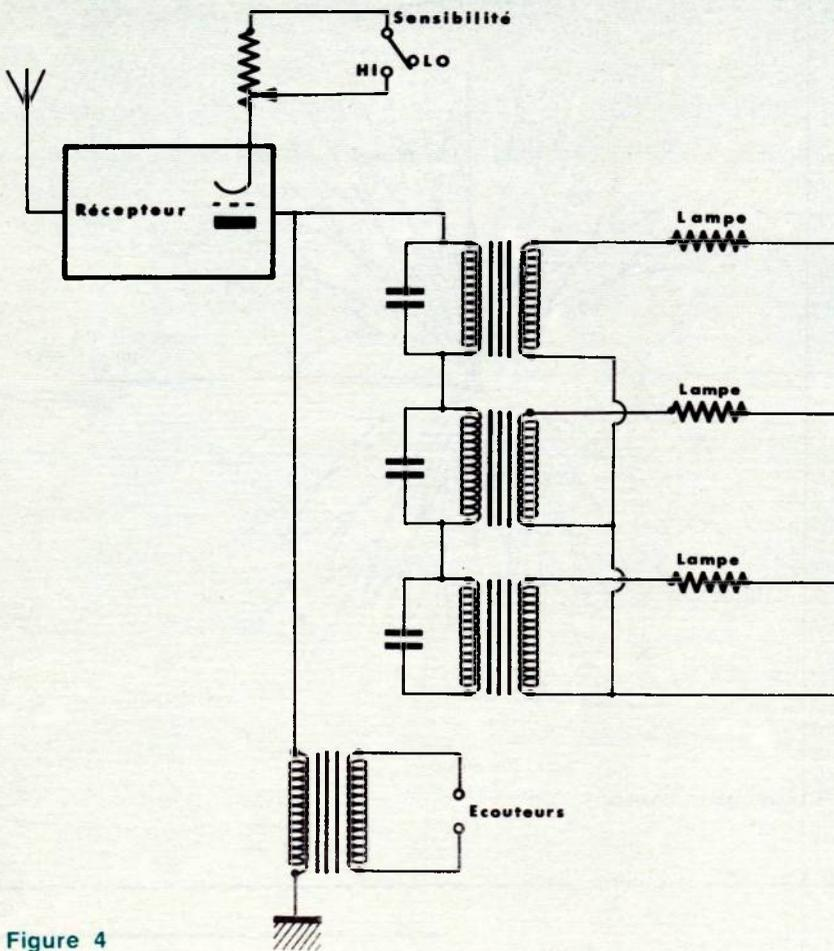

Figure 4
- 1 Récepteur VHF spécial, 1 indicateur à lampes, 1 antenne. Sur le récepteur, la fréquence est fixe (75 MHz) contrôlée par quartz. Une CAG évite les surtensions et maintient constant l'éclat de la lampe indicatrice, alors que les tensions HF à l'entrée peuvent varier de 2 à 100 μ V. Trois filtres BF sélectionnent les modulations à 3 000, 1 300 et 400 Hz. La sortie BF, classique, est connectée aux écouteurs. **Figure 4**.